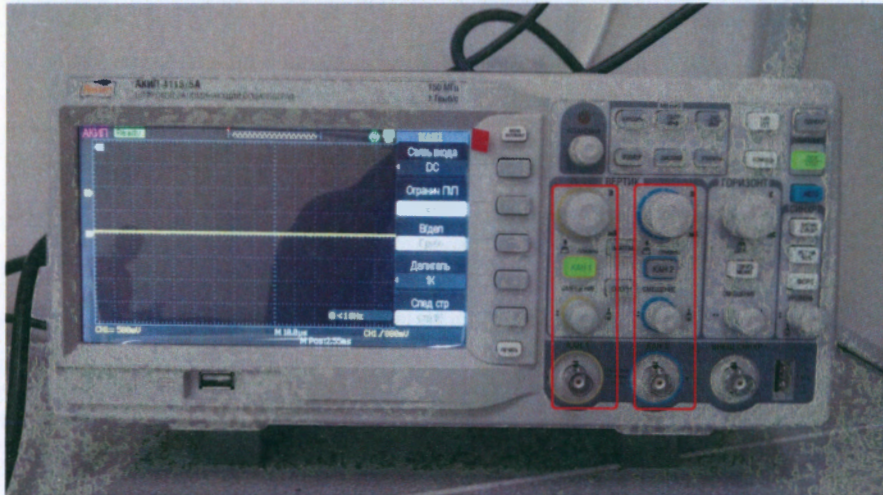

Рис. 2.4
- «В-мВ» (вольт/деление) — регулятор и кнопка установки коэффициента отклонения выбранного сигнала. Он определяет амплитуду, которой соответствует одно деление (рис. 2.4).